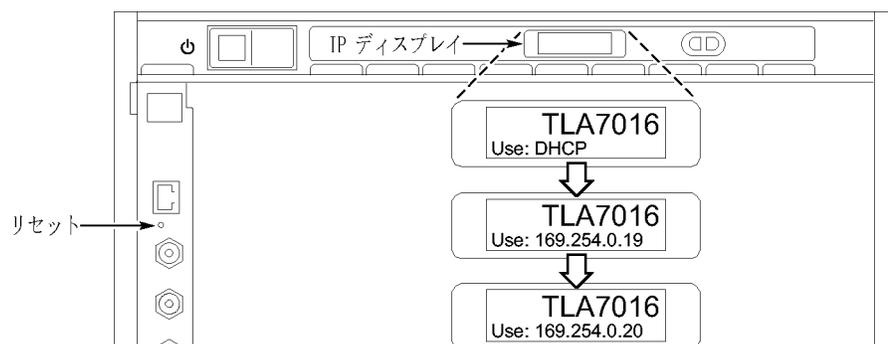

図 5: IP アドレスの設定
1. TLA7016 型インタフェース・モジュールのリセット・ボタンを押したままにします。(図 5 参照)。
7. TLA7016 型インタフェース・モジュールの PRESET ボタンを押し、同機のフロント・パネル・ディスプレイに IP アドレス 169.254.0.19 が表示されるまで、そのままにします。(11 ページの 図 5 参照)。フロント・パネルのディスプレイでは、2 ~ 3 秒ごとに次のプリセット・アドレスに切り替わります。(11 ページの 表 7 参照)。